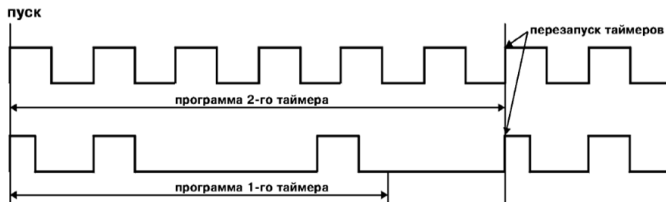

Рисунок 3.17
3.1.7.4 При «rESt» = 3 оба таймера перезапускаются после окончания выполнения программы таймера 2 (рисунок 3.17).